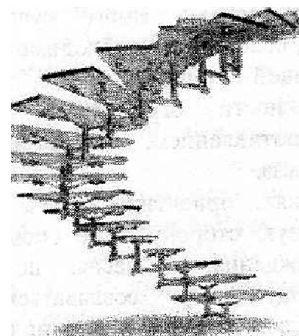

Рис. 1.Пример прочности стекла.
- **Физические особенности закаленного стекла** Известно, что стекло очень крепкий материал (Рис.1). Его твердость и прочность на сжатие обеспечивают большая доля диоксида кремния. Но в то же время диоксид кремния определяет хрупкость стекла, поэтому оно плохо поддежит пластической деформации изгиба. Обычно при достижении нагрузки при изгибе 40-50 Н/мм стекло ломается, образуя большие осколки, опасные для людей.
Для испытаний прочностных характеристик закаленного стекла используют два основных теста. Стекло должно выдерживать без разрушения удар стального шара массой 227 ±2 г, падающего с высоты от 2 м (для стекол толщиной 4 мм) до 3 м (при толщине стекла выше 6 мм). Стекло должно также выдерживать без разрушения удар мягкого тела массой 45±1 кг (см. рис. 1). В случае превышения указанных выше нагрузок стекло должно образовывать безопасные осколки, число которых нормируется в зависимости от толщины. Остекление в современном здании обеспечивает естественное освещение и микроклимат в помещениях, а также защищает их от проникания уличного шума. В зданиях с большими размерами остекления, строящихся в последние годы, существенно ухудшается микроклимат, повышаются капитальные и эксплуатационные затраты.